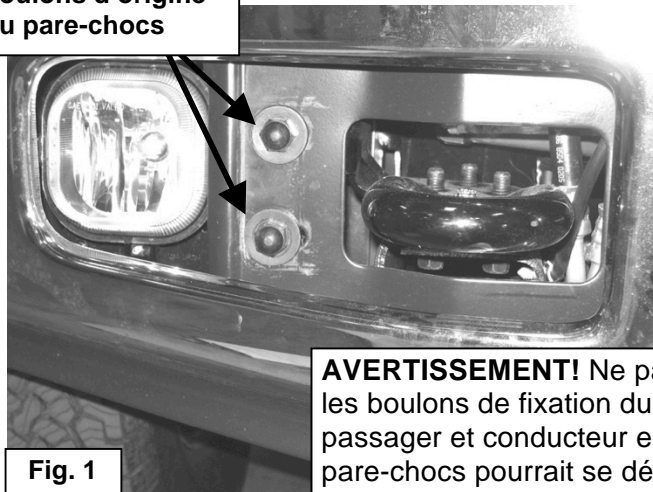

Fig. 1
2. Commencer l'installation côté passager, à l'avant du véhicule. Enlever les (2) boulons du pare-chocs côté passager et la plaque à deux écrous derrière le pare-chocs, (**Figures 1 et 2**). **AVERTISSEMENT!** Ne pas desserrer ou démonter les boulons de fixation du pare-chocs des côtés passager et conducteur en même temps, car le pare-chocs pourrait se désaligner ou se détacher du véhicule. Démonter les boulons du pare-chocs seulement d'un côté et installer un support de fixation à la fois.